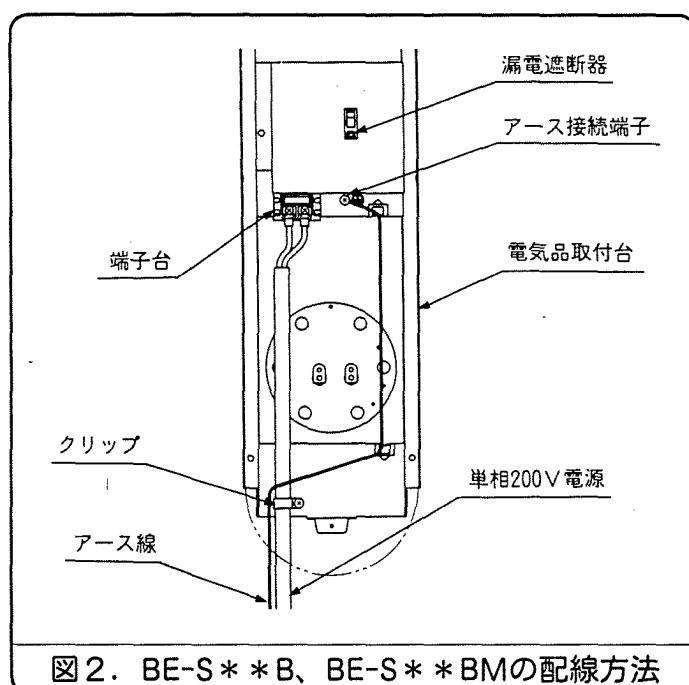

図2. BE-S**B、BE-S**BMの配線方法
■温水器の内部にある端子台への接続方法は図2または図3にしたがって行ってください。